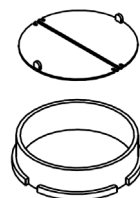

Rys.1
Okap nadkuchenny jest złożony z następujących elementów (Rys. 1):
- otworzyć obie części filtra tłuszczu (Rys.1 poz.4),
Demontaż filtra (Rys. 1 poz. 4) odbywa się poprzez: